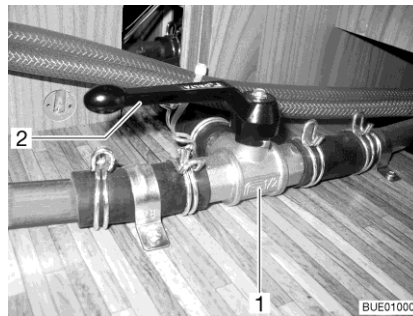

Bild 219 3-vägsventil
- Ställ spaken (Bild 219,2) till 3-vägsventilen (Bild 219,1) parallellt med den raka genomflödesriktningen (Bild 219).
- Ställ spaken (Bild 219,2) till 3-vägsventilen (Bild 219,1) tvärs mot den raka genomflödesriktningen.